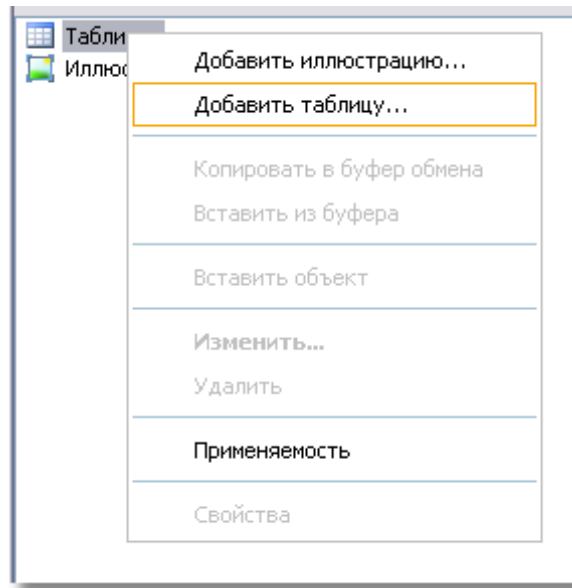

Рисунок 503
- 2) В левом нижнем окне щелкните правой кнопкой мыши по названию объектов **Таблицы**. При этом появится контекстное меню (рисунок 503).